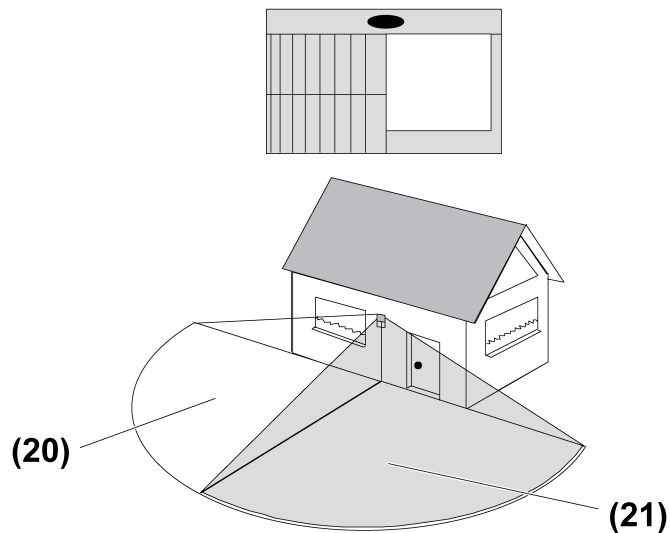
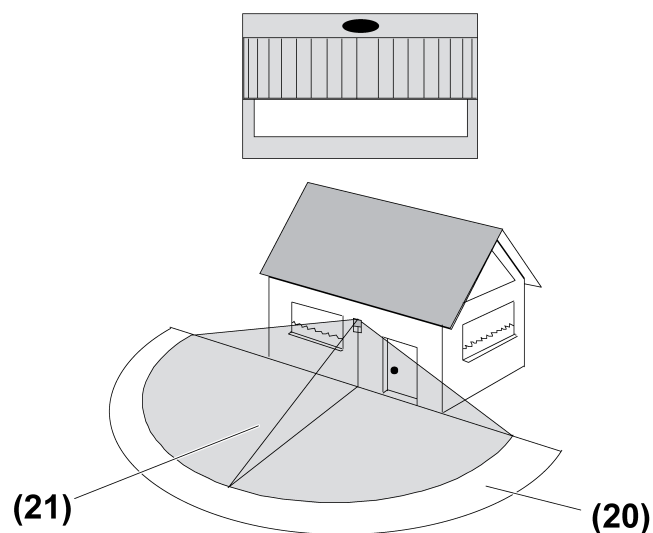

Bild 16: Seitlichen Bereich ausblenden
Bild 17: Fernbereich ausblenden
Mit der Aufsteckblende (22) können nicht gewünschte Erfassungsbereiche ausgeblendet werden. Siehe (Bild 16) und (Bild 17).